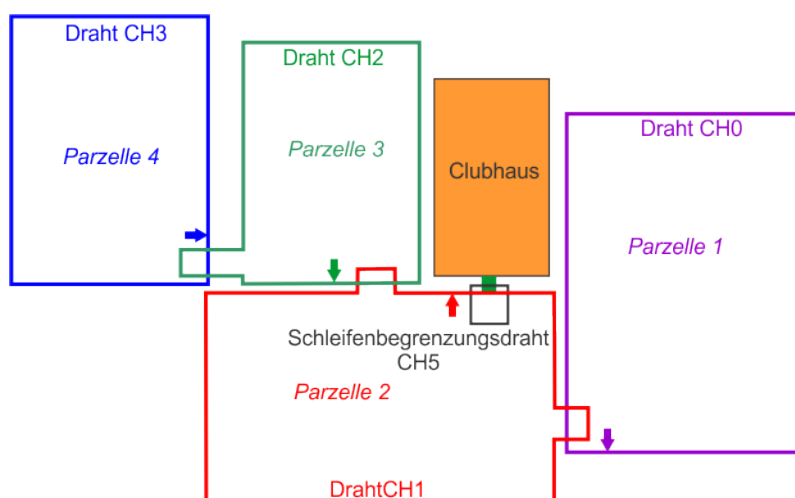

Abbildung 174: Abschließende Drahtverlegung mit GPS-Punkten
- c. Wählen Sie **GPS-Punkte** aus und definieren Sie einen GPS-Punkt für die Rückkehr zur Ladestation von dieser Parzelle. Die GPS-Punkte sind in Abbildung 174: Abschließende Drahtverlegung mit GPS-Punkten (Seite 150) als Pfeile abgebildet. Weitere Informationen zum Erstellen eines GPS-Punkts finden Sie unter Anfahren und Verlassen einer Ladestation mit Schleife per GPS (Seite 130).
9. Wenn alle RTK-GPS-Zonen richtig definiert sind, müssen Sie die Drahtverlegung in den Parzellen 2 und 3 ändern und die Überlappungen einschließen, wie in Abbildung 174: Abschließende Drahtverlegung mit GPS-Punkten (Seite 150) dargestellt.